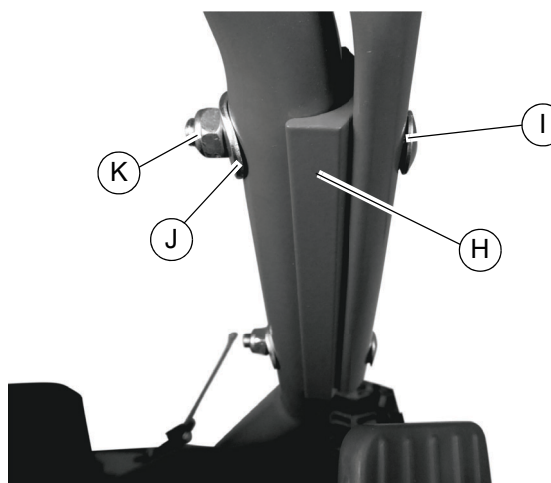

Figure 2-7. Assemblage des plaques d'adaptation
6. Voir **Figure 2-7**. Placer les plaques d'adaptation (H) entre les parties supérieure et inférieure du guidon et attacher avec les vis M8 x 55, les rondelles 8 x 22 x 2 (J) et les contre-écrous M8 (K) à l'aide d'une clé de 13 mm.